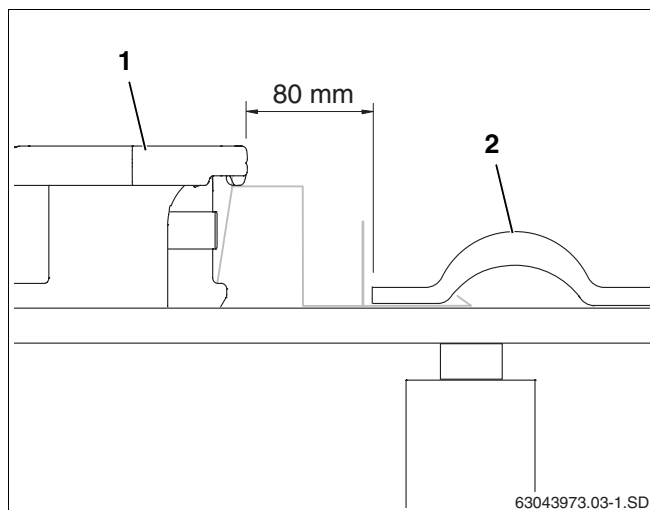

Рис. 22 Укладка и крепление первого коллектора
- Первый коллектор (рис. 22, **поз. 1**) должен встать в крепление от сползания на расстоянии 80 мм от крайней (возможно, вырезанной) черепицы (рис. 22, **поз. 2**).